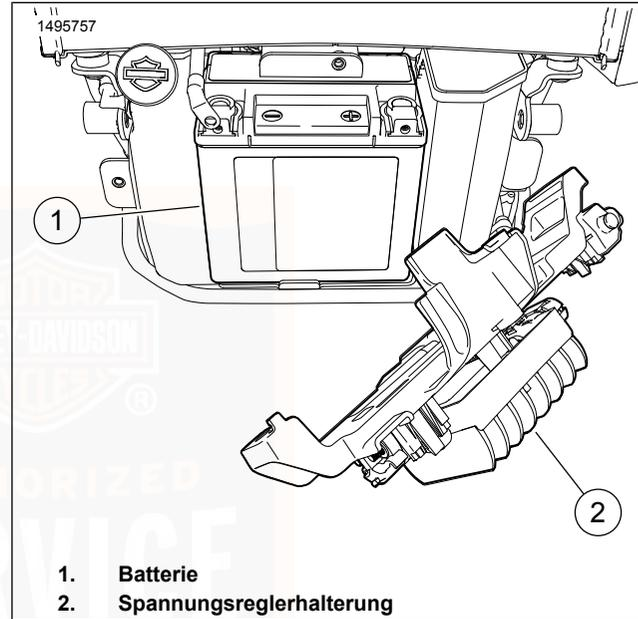

Abbildung 75. Spannungsreglerhalterung
- 6. Siehe Abbildung 75. Die Spannungsreglerhalterung (2) beiseiteschieben.
- 7. Die Batterie (1) ausbauen.